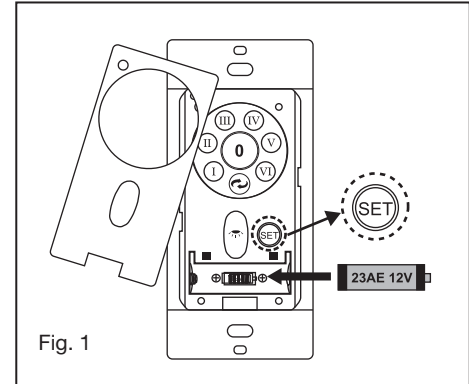

Fig. 1
- 1 Alignement des 3 trous de l'assemblage LED avec 3 trous dans le moyeu de montage assurez-vous que toutes les vis sont bien serrées (Fig. 1)
- 1 Retirez la plaque murale existante et l'ancien interrupteur du boîtier de prise murale. (Fig. 1)
- 5 Bouton de réglage du code "SET": Suivez les étapes ci-dessous pour utiliser le bouton de réglage. (Fig. 1)